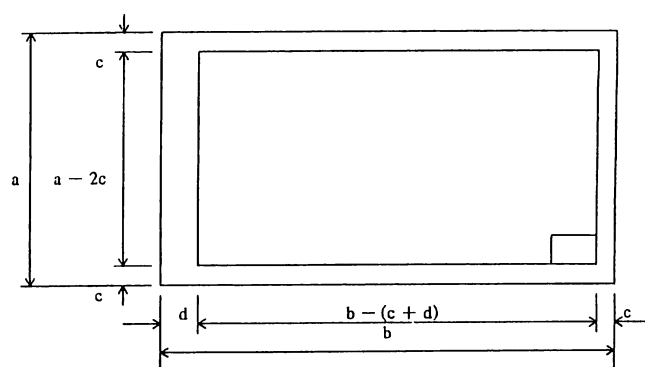

図 2 - 2 図面の輪郭
7. 図面の輪郭は、表 2 - 1 及び図 2 - 2 によるものとする。